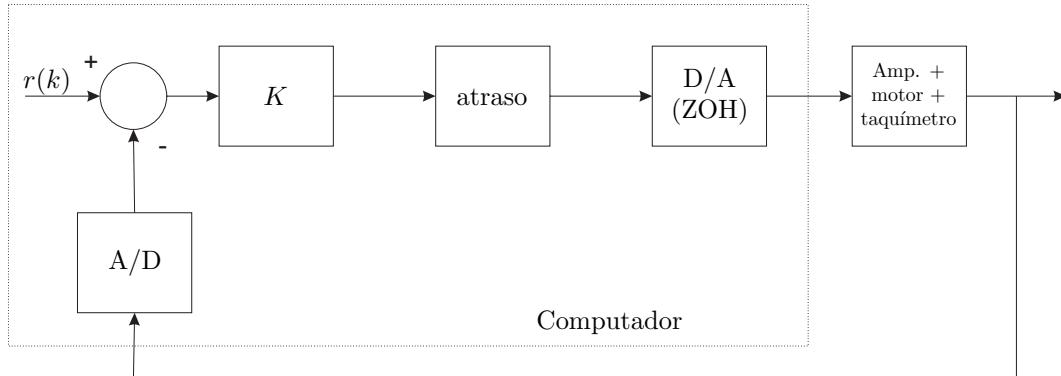
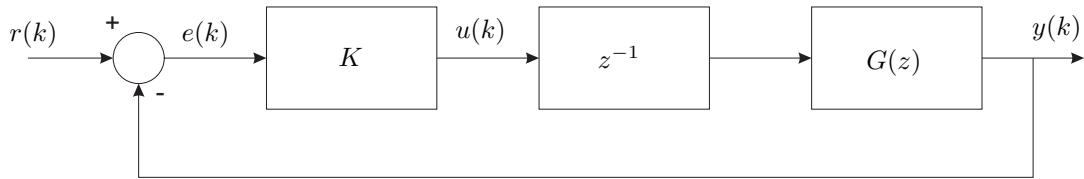

Figura 3: Sistema de controlo digital de velocidade (controlador proporcional).
Figura 4: Equivalente discreto em malha fechada do sistema AMT realimentado.
2) (**Controlador Proporcional**) Considere o sistema de controlo digital apresentado na Figura 3. Note que o tempo de cálculo pelo computador mais o tempo de conversão do sinal de controlo pode ser significativo, em comparação com o intervalo de amostragem. Por esta razão, o programa introduz um atraso unitário equivalente a um período de amostragem. Nestas condições, o diagrama de blocos em cadeia fechada do sistema equivalente discreto é apresentado na Figura 4, em que $G(z)$ é a função de transferência calculada na alínea 1).
2a) Determine a função de transferência em malha fechada $Y(z)/R(z)$ do sistema discreto equivalente apresentado na Figura 4. Calcule o valor do ganho $K = K_1$ (como função de K_0 , τ e T) para que o sistema em malha fechada tenha pólos duplos e calcule a respectiva localização dos pólos. Calcule ainda o valor dos pólos para $K = K_1/2$, $K = 2K_1$ e $K = 4K_1$.
3c) Para cumprir os objectivos propostos, em vez do controlador proporcional K da Figura 4, usa-se agora um controlador Proporcional-Integral (PI), implementado em tempo dis-
2) **Efeito da variação do ganho K** - Escolha o intervalo de amostragem $T = 2.5\text{ ms}$. Observe e esboce a resposta ao escalão com amplitude $0.5V$ do sistema em cadeia fechada com o controlador proporcional (Figura 3) para $K \in \{K_1/2; K_1; 2K_1; 4K_1\}$. A partir dos cálculos efectuados na pergunta 2) da parte teórica, represente o mapa de pólos-zeros do sistema em cadeia fechada para aqueles valores de ganho. Comente os resultados.